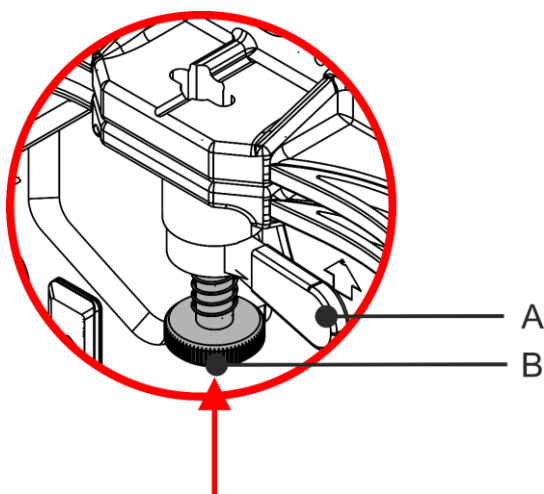

Fig. 09
- 01) Gire la **palanca (A)** en sentido antihorario.
- 02) Empuje el **cierre rápido con resorte (B)** y gírelo 90° en sentido horario o antihorario como se muestra en las Fig. 09 y 10.